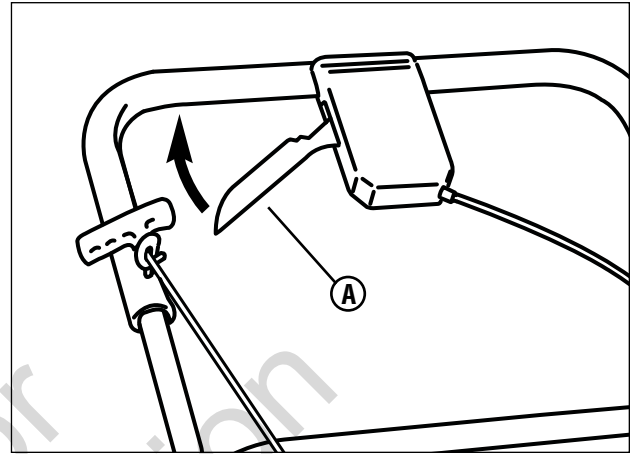

Figura 12: Operación del sistema de tracción de las ruedas delanteras
2. **Modelos SP2265 y NSP2265:** tire de la palanca de tracción (**A**, Figura 12) completamente hacia atrás. El sistema de transmisión está ahora acoplado.